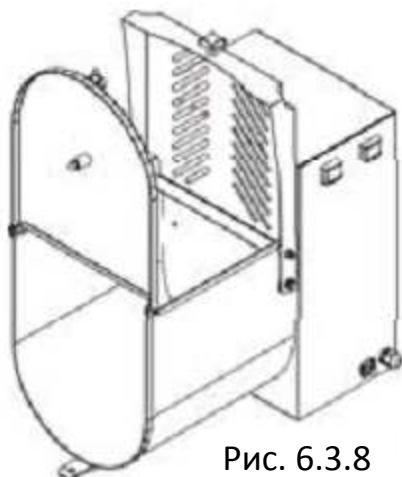

Рис. 6.3.8
- Теперь чашу можно легко вымыть, не беспокоясь о наличии труднодоступных мест (рис. 6.3.8). Изделие тщательно очищают и, при необходимости, дезинфицируют.